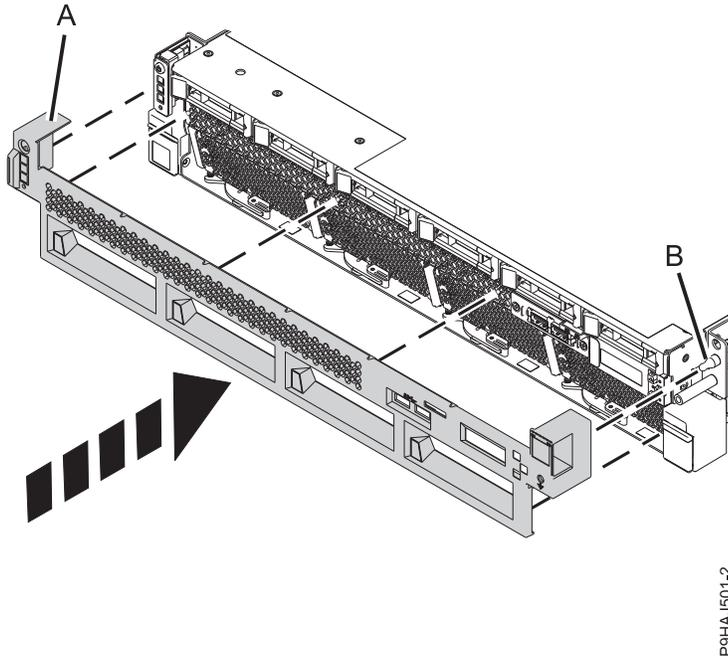

Figure 46. Installation du capot avant
2. Poussez délicatement le capot (**A**) jusqu'à ce qu'il soit en place. Le capot est doté de renforcements permettant de le tenir plus facilement. Utilisez la broche d'alignement (**B**) pour fixer le capot sur le système comme illustré dans la figure 46, à la page 68. Exercez une pression le long de la grille au-dessus des ventilateurs afin de fixer le capot à l'avant.